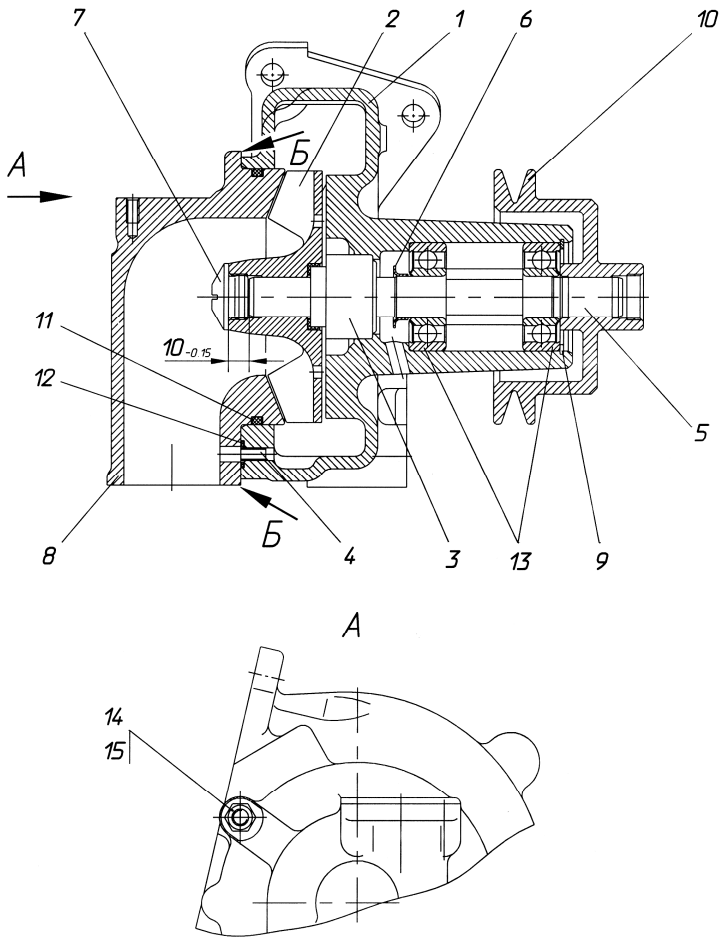

Рис. 96. Водяной насос:
5. Отвернуть гайки 14 (рис. 96) патрубка 8.
13. Выпрессовать из корпуса 1 вал 5 с водосбрасывателем 6 и подшипниками 13 (см. рис. 96).
2. Напрессовать на вал 5 (рис. 96) подшипники 13 и водосбрасыватель 6. При этом необходимо:
9. Напрессовать крыльчатку 2 в сборе с манжетой и уплотнительной втулкой на вал 5 (рис. 96). При этом необходимо:
- установить крыльчатку ив валу в размер 10_{0,15} мм (рис. 96) между торцом вала и торцом ступицы крыльчатки. Для этого необходимо при запрессовке установить на торец вала диск диаметром не более 13 мм и высотой 10_{0,15} мм.